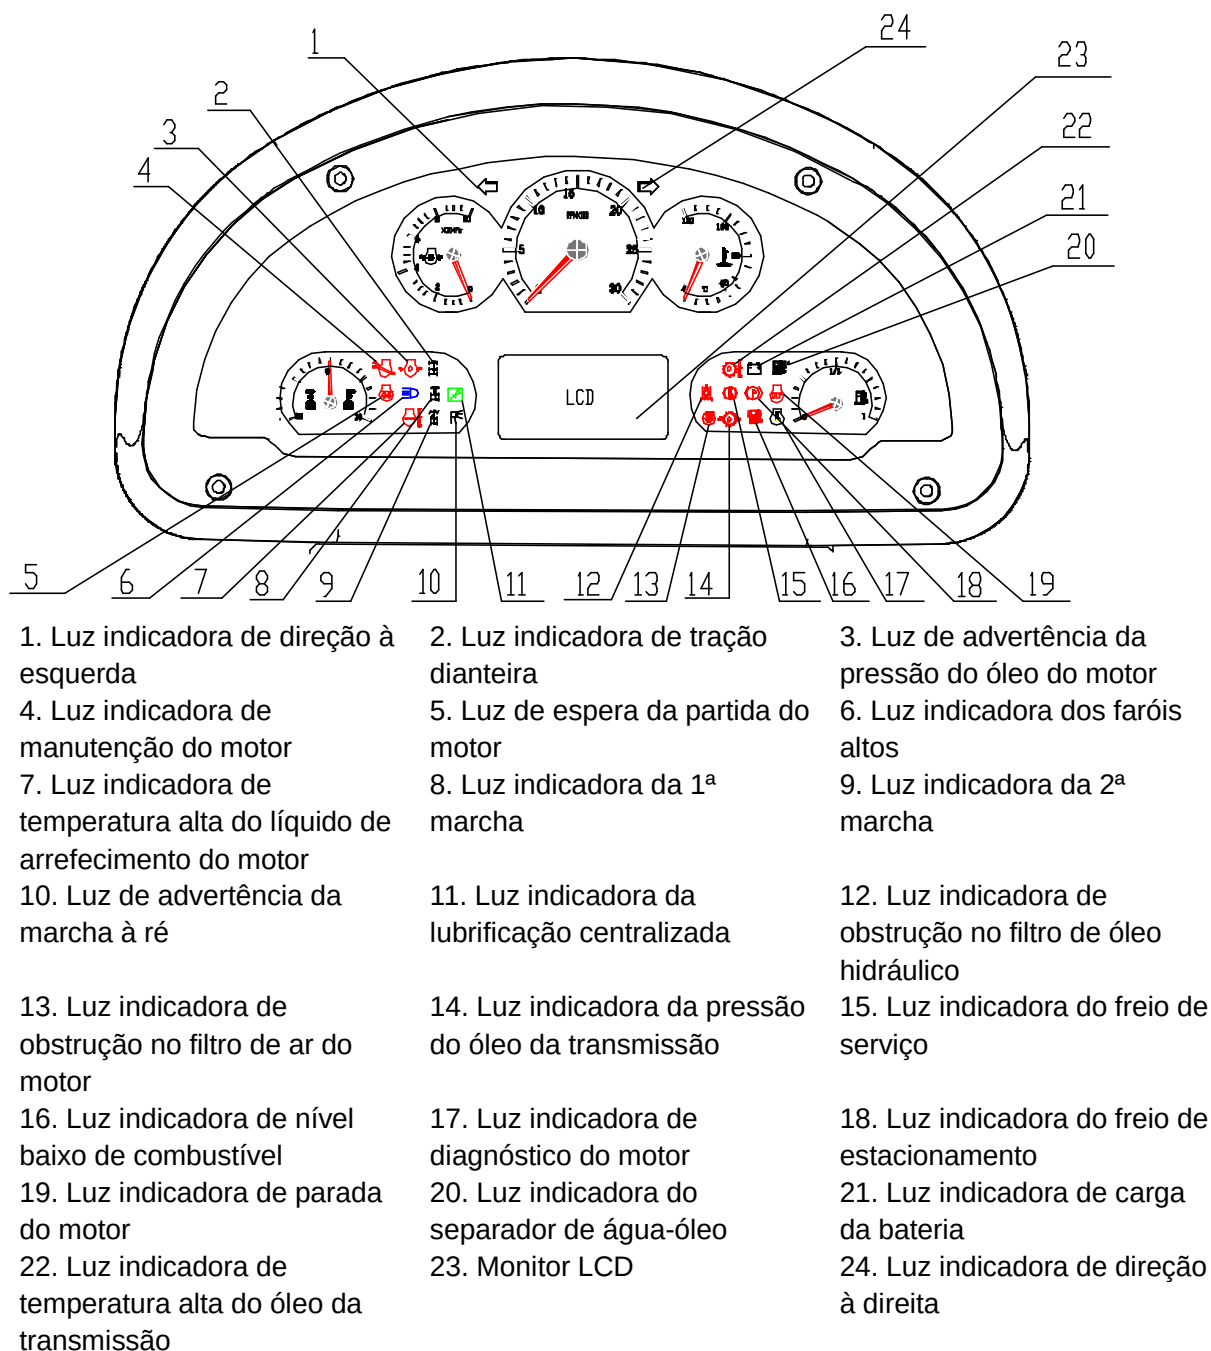

Figura 4 Luzes indicadoras
- Luzes indicadoras (Figura 4)